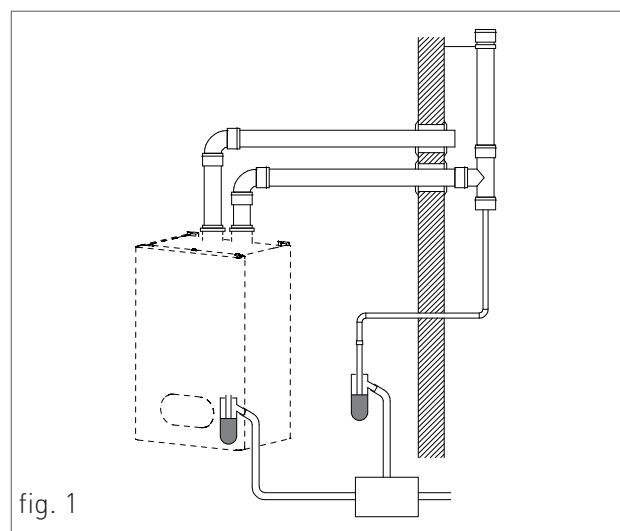

fig. 1
- › Nel caso di installazione di condotto fumi verticale, inserire un sifone raccogli condensa alla base del condotto collegato alla rete fognaria dell'abitazione (fig. 1).
Per questo tipo di caldaia sono disponibili le seguenti configurazioni di scarico dei fumi: B23P, B33, C13, C33, C43, C53, C63, C83 e C93 (vedi Fig. 1).